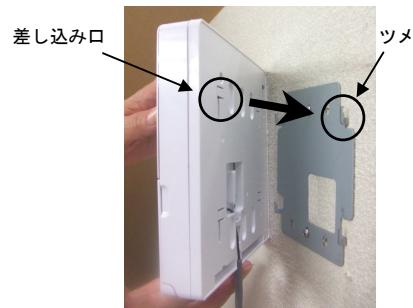
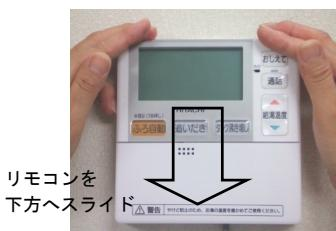

図 3
図 4
- リモコンケース裏面の差し込み口に、リモコン取付板のツメを引っ掛け（図 3）、リモコンを下方にスライドさせ、リモコン取付板を固定してください。（図 4）